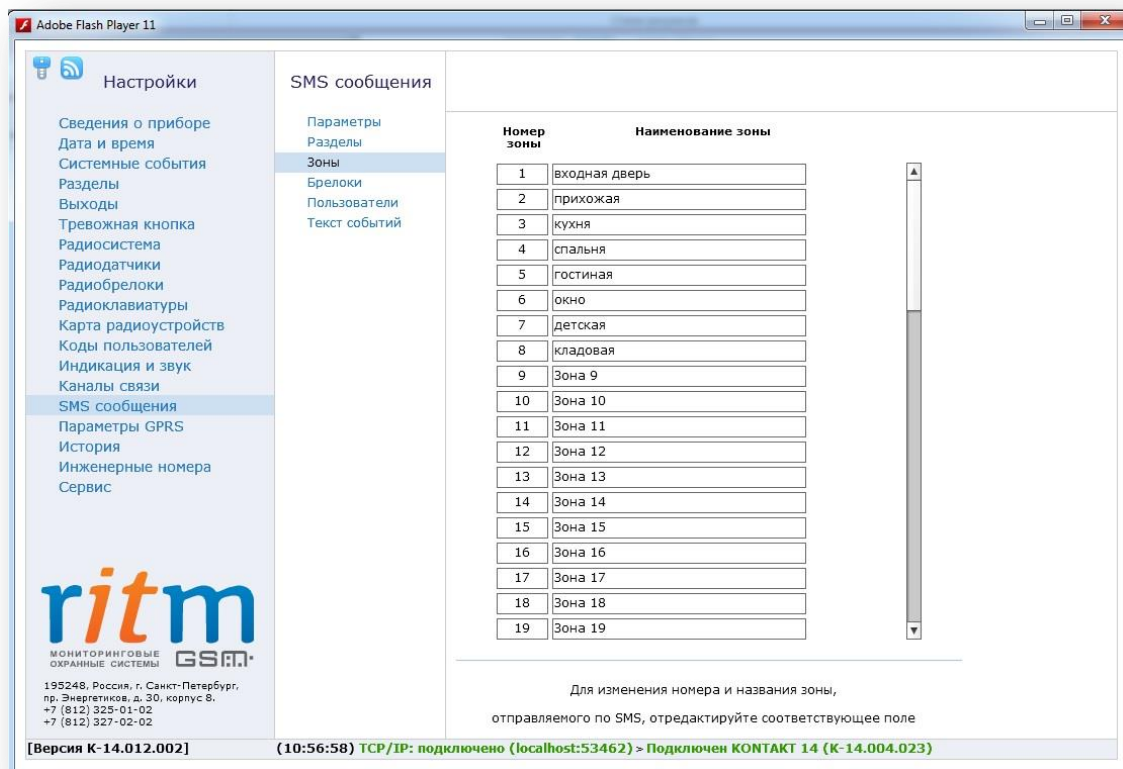

Рисунок 36. Страница настройки зон SMS-сообщений
3. «Зоны» (см. рис. 36)
На странице «Зоны» (см. рис. 36) присваивается наименование каждой зоне для текстового описания в SMS-сообщениях — вместо номера зоны в сообщении отображается введенный здесь текст. Пользователь может назначать любые двухзначные номера зон, но для корректной работы номер зоны на этой странице должен совпадать с номером зоны на странице «Радиодатчики». По умолчанию номера зон указаны по порядку.